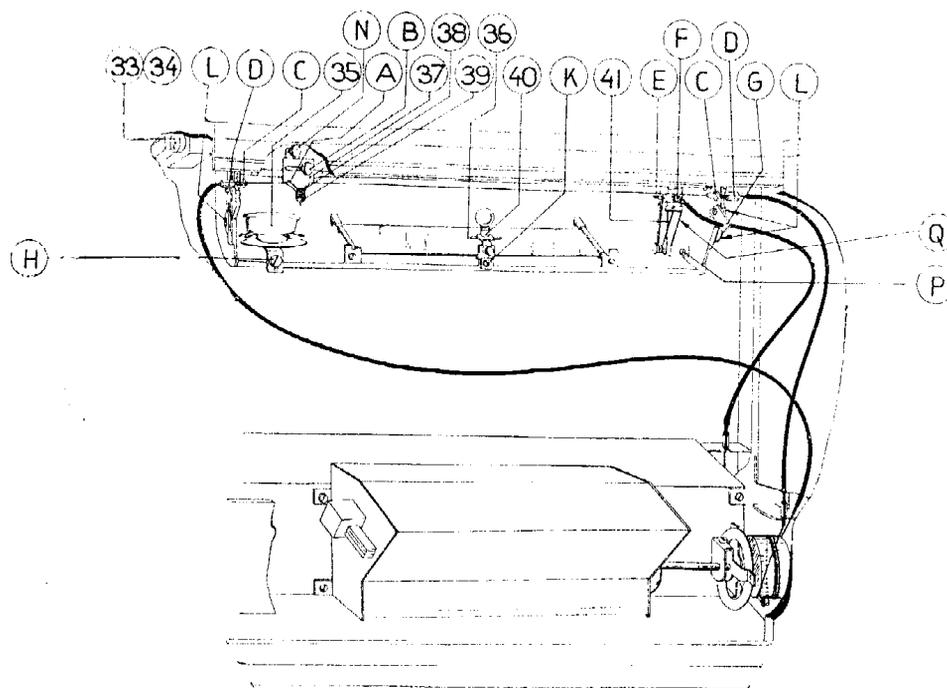
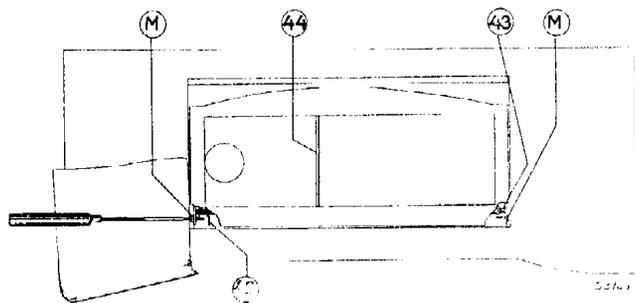

Fig. 7
Fig. 8
Le déboîtage du châssis (voir fig. 7).
5. La position exacte des cables d'entraînement est indiquée dans la fig. 7.
2. Dévisser d'un tour les petits boulons L (fig. 7) et repousser le cadran par sa partie avant jusqu'à ce que les 2 vis M (fig. 8) sur les dessus de l'appareil, apparaissent.
1. Dévisser la vis moletée N (fig. 7). L'aiguille et son petit étrier de serrage sont ainsi libérés et peuvent être sortis du cadran.
Celui-ci est fourni d'un seul ensemble. Après avoir dévissé les vis P et Q (fig. 7), on peut accéder facilement à cet ensemble et on peut transférer facilement les câbles à coulisse vers le nouvel indicateur. Lorsque les flèches lumineuses sur le cadran au moment de commuter sur une autre gamme d'ondes, restent partiellement masquée; il convient de vérifier s'il n'y a pas de pli dans le câble à coulisse.